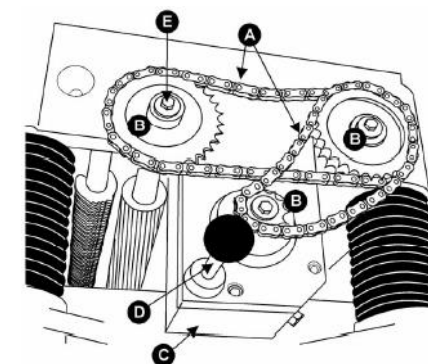
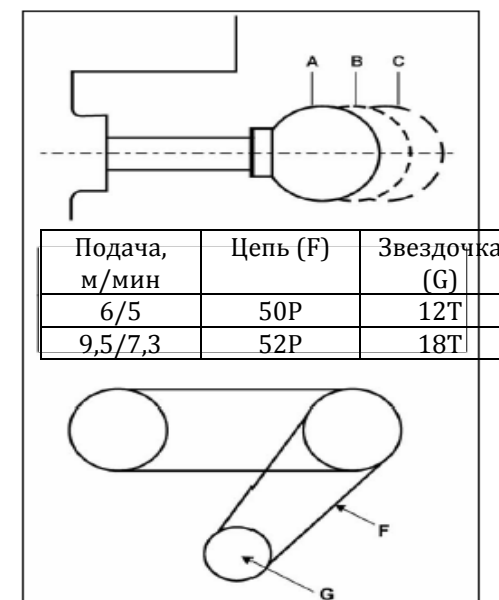

Рис. 28
Рис. 29
Станок оснащен спиральным зубчатым подающим роликом и сплошным отводящим роликом. При включении подающего ролика осуществляется подача заготовки. Ролики автоматически замедляются при большой нагрузке станка для обеспечения высококачественного строгания на всех режимах. Привод роликов осуществляется цепной передачей (**Рис. 28, А**) со звездочками (**Рис. 28, В**), которая передает мощность непосредственно от режущего вала через зубчатый редуктор с масляной ванной. (**Рис. 28, С**).
Редуктор двухскоростной. Скорости переключаются вытягиванием рычага переключения ли вдавливанием его (**Рис. 28, D**) во время работы станка. Диапазон подач показан на **Рис. 29**.
Минимальную подачу рейсмусового станка (5 м/мин и 6,3 м/мин) можно получить заменой меньшей (на валу редуктора) звездочки и цепи. См. **Рис. 29**. Для замены звездочки и цепи выполнить следующее:
2. Вывернуть три винта и снять шайбы (**Рис. 28, E**).
3. Одновременно снять три звездочки (**Рис. 28, B**) с подающего ролика, отводящего ролика и вала редуктора.
4. После снятия звездочек (**Рис. 28, B**) заменить малую звездочку, которую установить на вал редуктора.
5. Поставить три звездочки и надеть цепь на валы, затянуть винты (**Рис. 28, E**).